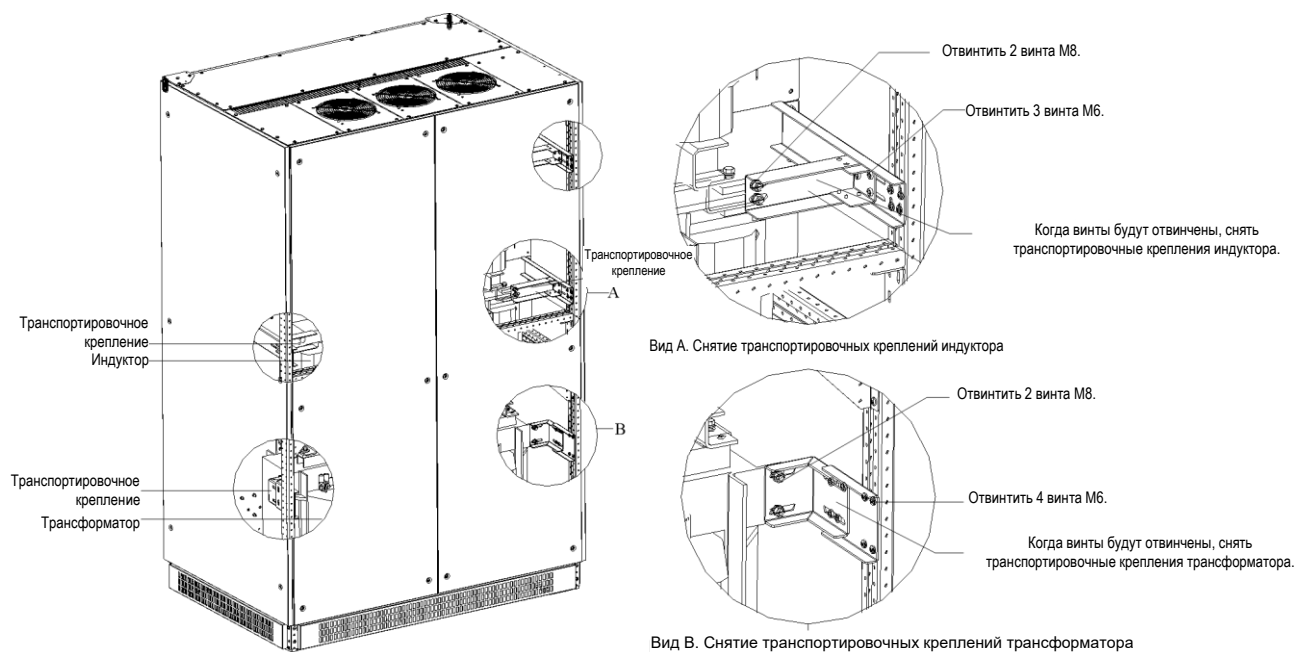

Рисунок 2-3. Снятие транспортировочных креплений выходного трансформатора и индукторов
1. Для доступа к выходному трансформатору Tout и индукторам L1, L2, L3 снять заднюю панель шкафа, как показано на рис. 2-3. Сохранить винты.
2. Транспортировочные крепления расположены слева и справа в верхней части выходного трансформатора. Их положение показано на рис. 2-3. Снять транспортировочные крепления выходного трансформатора, как показано на рис. 2-3, Вид А.
3. Транспортировочные крепления находятся на верхней части каждого индуктора (L1, L2, L3). Положение креплений показано на рис. 2-3. Снять транспортировочные крепления индукторов, как показано на рис. 2-3, Вид В.